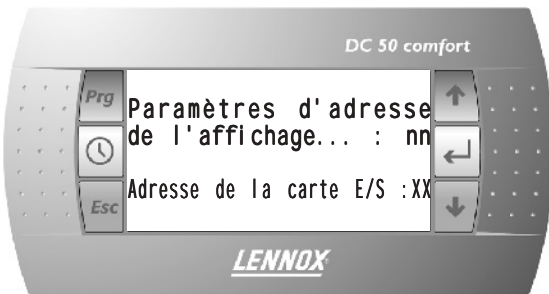

Fig. 28
- L'écran illustré à la **Fig28** s'affiche. Le curseur clignote dans l'angle supérieur gauche.